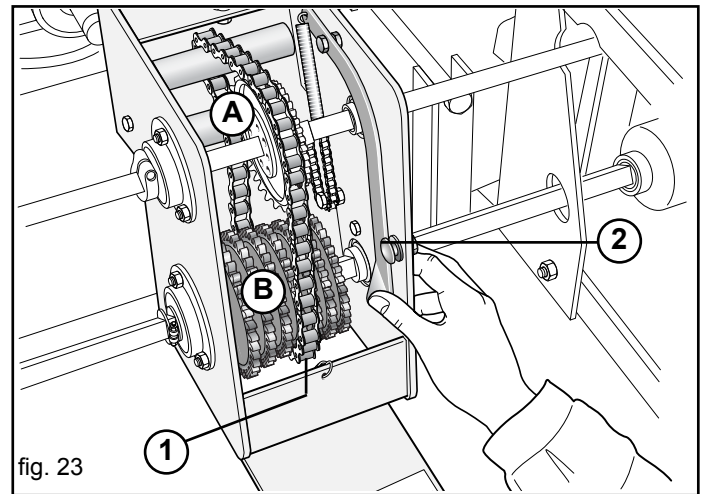

fig. 23
- Desplazarse hacia la izquierda y ver sobre cuál par de engranajes (A-B, Fig. 23) hay que poner la cadena del cambio.
- Para desplazar la cadena, abrir la tapa de la caja del cambio y aflojar la cadena (1, Fig. 23) a través de la palanca (2).
- Tense de nuevo la cadena con la palanca (2, Fig. 23) y cierre la tapa.